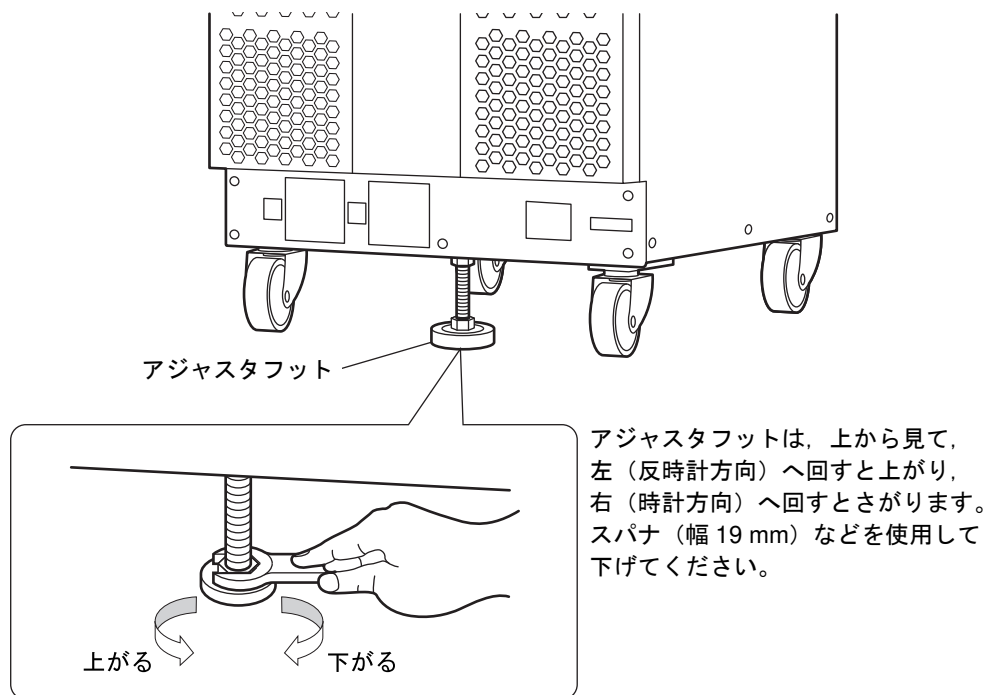

図2-1 アジャスタフットの使用方法
- 傾斜した面に本製品を設置しないでください。アジャスタフットは仮固定用で、自重を支えることはできません。また、本製品に寄りかかったり、本製品を支えにするようなことを行ったりしないでください。アジャスタフットの使用方法を図 2-1 に示します。